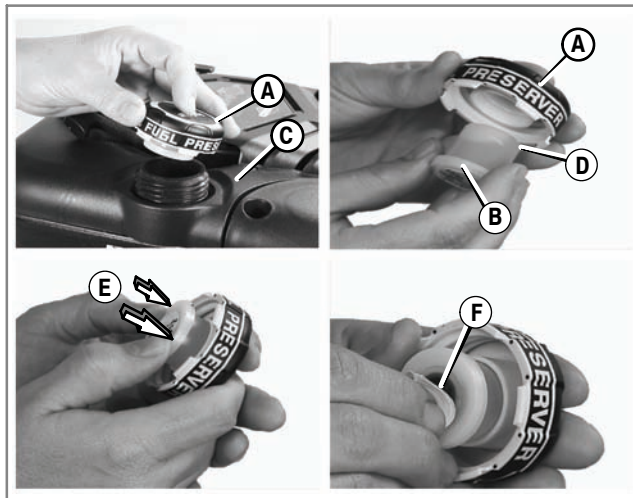

Figure 5
1. Enlever le bouchon (A) du réservoir (C) (Figure 5).
2. Enfoncez la petite extrémité (D) de la cartouche (B) dans le bouchon du réservoir.
3. Appuyez sur la cartouche (E) pour l'encliqueter dans le bouchon du réservoir.
4. Tirer sur la languette (F) pour ôter la membrane.